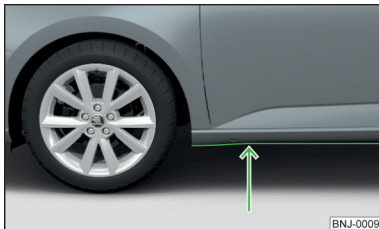

Fig. 216
- Înainte de traversarea zonei inundate, stabiliți adâncimea apei. Nivelul apei poate să ajungă maxim până la marginea inferioară a pragului » fig. 216.